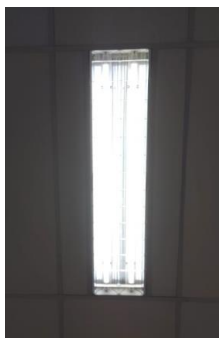

Figura 2 - Luminária tubular LED 2x40W - 125x30cm Retangular Embutir.
- e) Instalação de novas luminárias, devendo ser instaladas conforme modelo existente/atual (embutidas no forro, no tamanho 1,25x0,30m com duas lâmpadas tipo tubular LED Bivolt – 40W, vide Figura 2) seguindo a planta do projeto básico. A ligação elétrica das luminárias deve ser feita por plug e tomada móvel 2P+T 10A/250V;